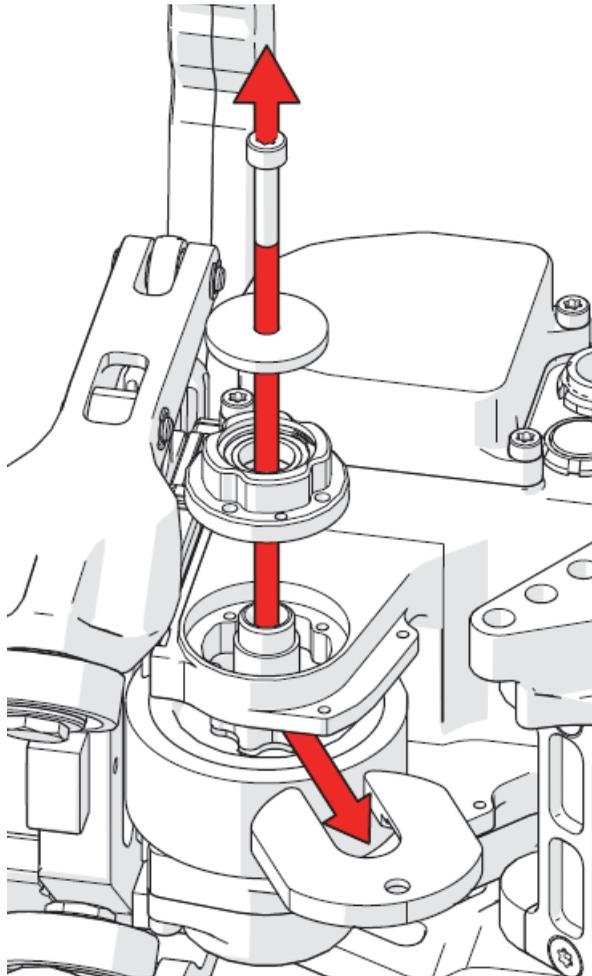

Figure 2-21 Retrait de la vis, de la rondelle, du boîtier de roulement et de l'extracteur de roue
23. Dévissez la vis de l'extracteur de roue et retirez-la, de même que la rondelle, le boîtier de roulement et l'extracteur de roue (Figure 2-21 à la page 105).